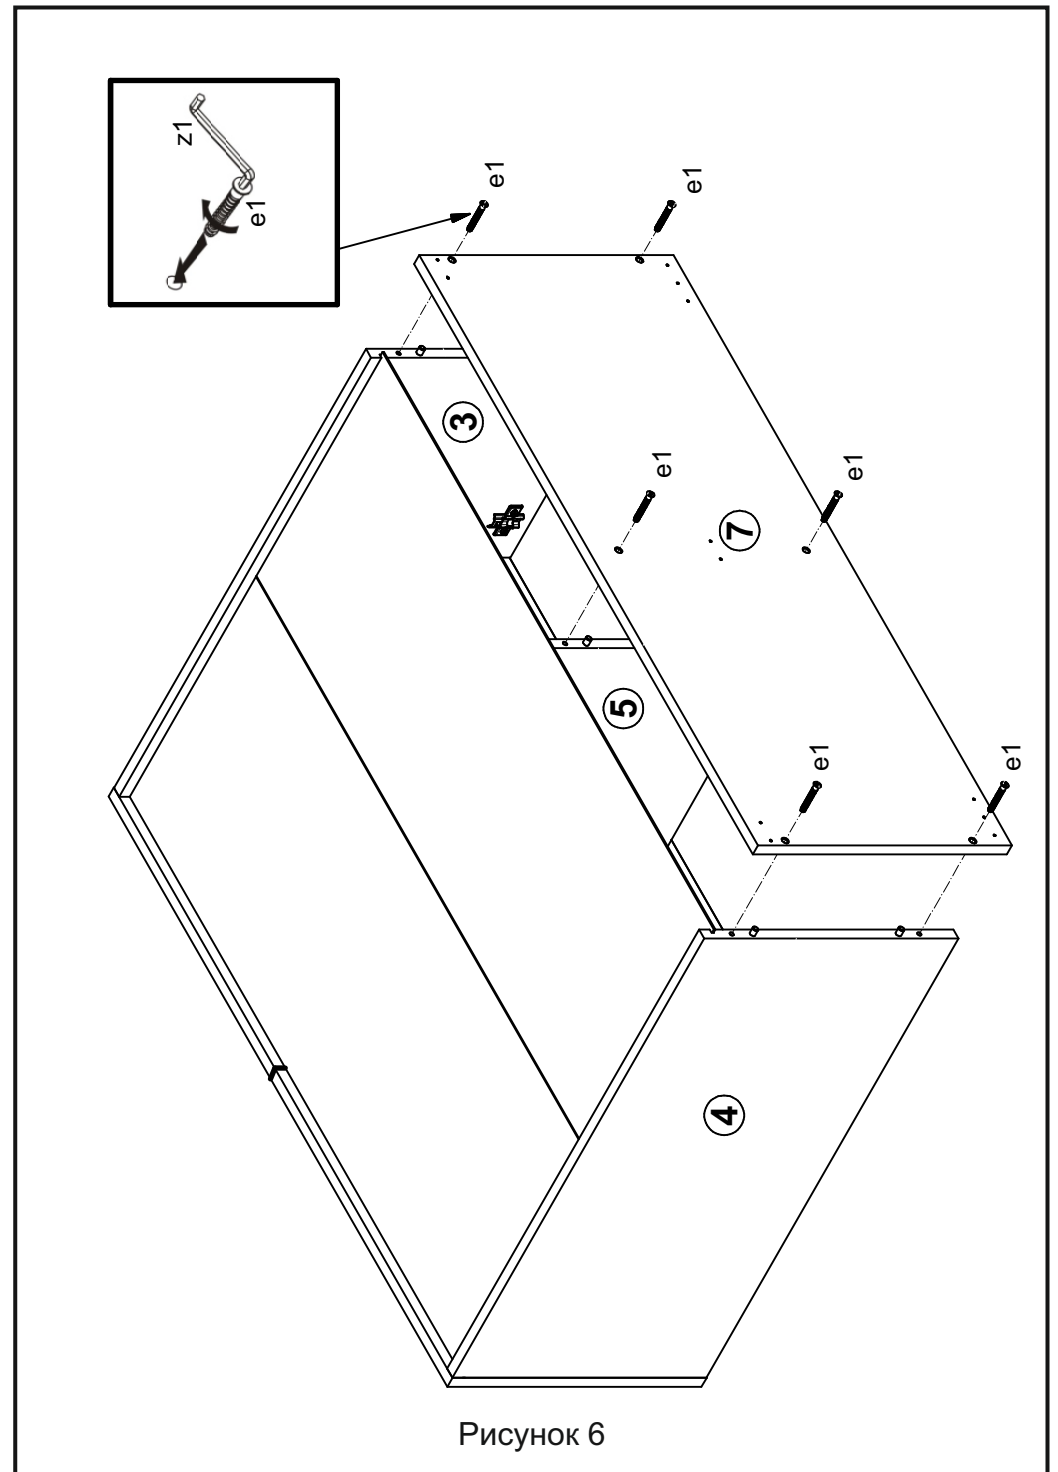

Рисунок 6
4.9. Присоединить щит 7 к стенкам 3,4,5 с помощью шкантов f1, затянуть конформаты e1 на нижней поверхности щита 7 пользуясь ключом z1 (см. рис. 6).